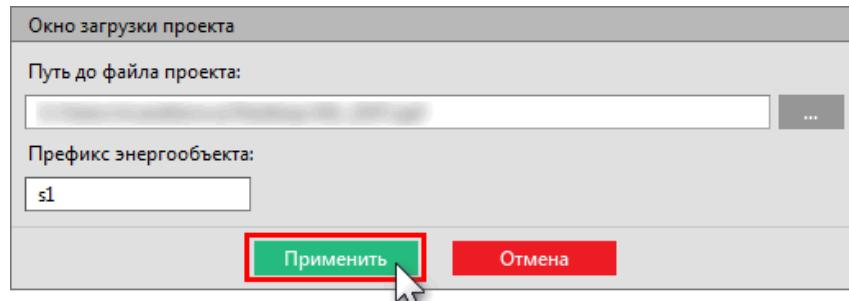

Рисунок 85 - Окно загрузки проекта
3. Нажмите **Применить** (Рисунок 85).